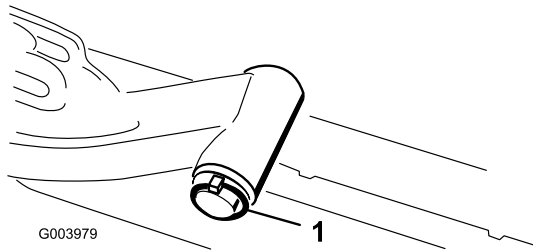

Figure 11
- A. Retirez la goupille à anneau et la rondelle qui fixent l'axe de pivot du bras de relevage au bras de relevage, et sortez l'axe de pivot du bras de relevage (Figure 11).
- C. Insérez l'axe du bras de relevage dans le bras de relevage et fixez-le à l'aide de la rondelle et de la goupille à anneau (Figure 11).